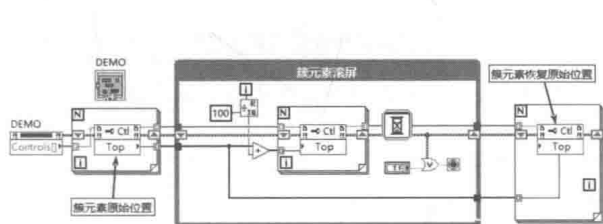

图 6-60 簇元素滚屏
(2) 通过获取全部对象的位置，使全部对象上下或者左右移动，实现簇的滚屏效果，如图 6-60 所示。